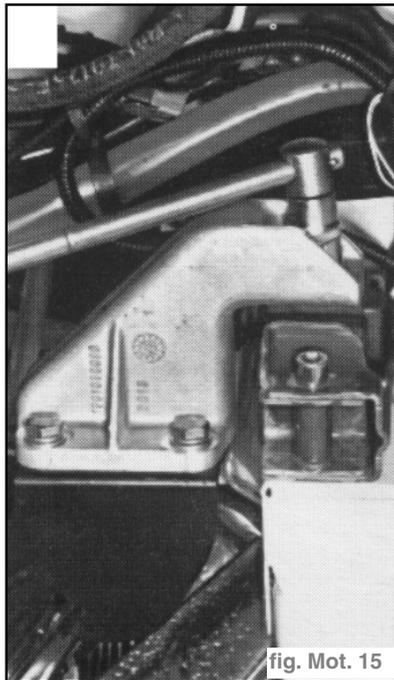

fig. Mot. 15
- Dévisser l'écrou du support moteur côté boîte de vitesses. (fig. Mot. 15)